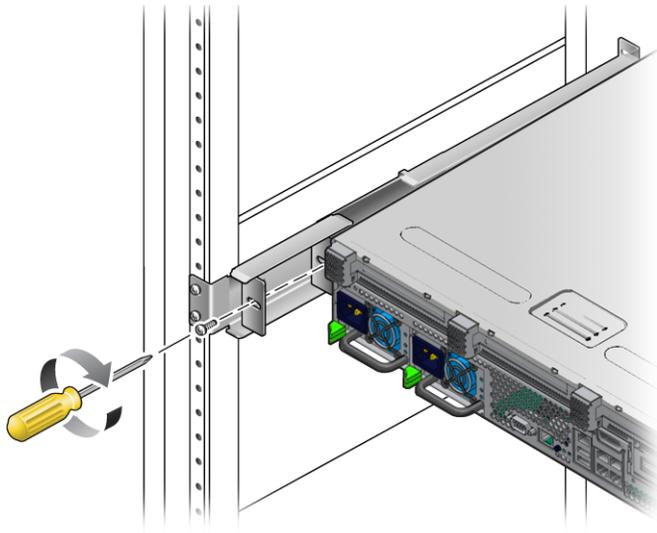

ABBILDUNG 3-21 Befestigen der Serverrückseite an den rückwärtigen Flanschen
16. Schieben Sie den Server nach hinten, bis er bündig an den rückwärtigen Flanschen anliegt. Befestigen Sie dann die Serverrückseite mit je einer M5 × 10 SEM-Schraube an den rückwärtigen Flanschen (ABBILDUNG 3-21).